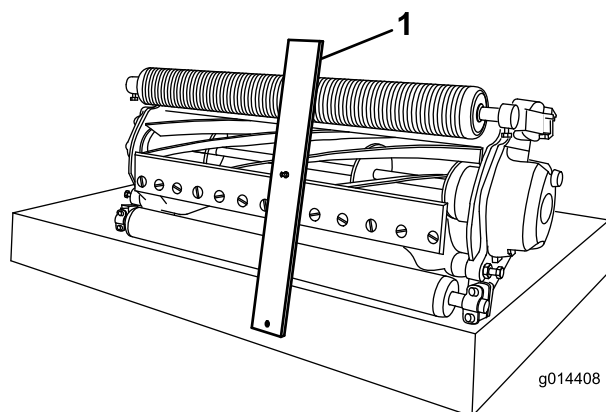

図 10
2. 刈高ゲージのボルトの頭を下刃の先端につっかけ、バーの後端を後ローラに当てがう図 10。